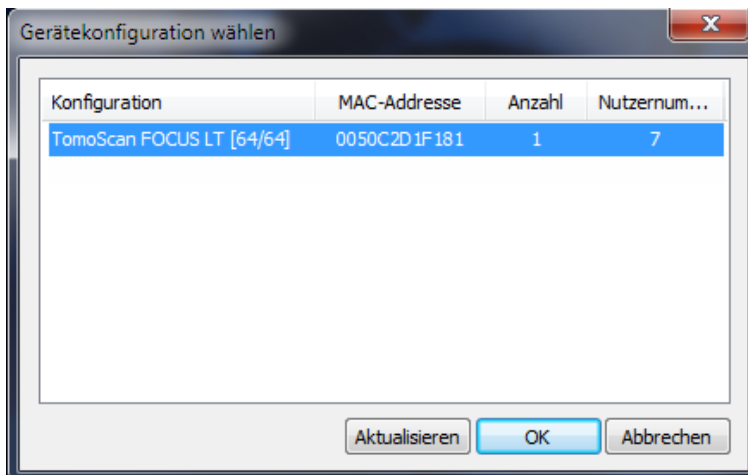

Abbildung 1-23 Dialogfeld Gerätekonfiguration wählen (Beispiel)
6. Wenn Sie in der TomoView-Version **Prüfung** hochfahren, wird das Dialogfeld **Gerätekonfiguration wählen** eingeblendet (siehe Abbildung 1-23 auf Seite 43). Im Dialogfeld verfahren Sie wie folgt: